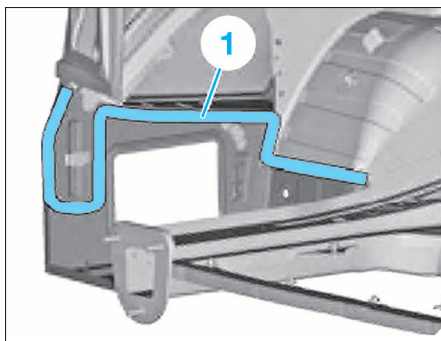

FIG. 40
- Sur Berline, défaire des deux côtés les cordons de soudure dans la zone (1) (Fig.40).